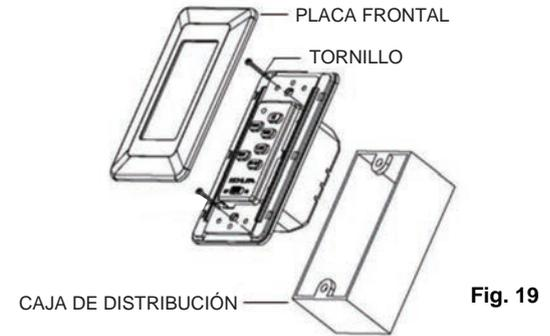

Fig. 19
Paso 1. Retire la placa de pared y el interruptor existentes de la caja de distribución eléctrica. (Fig. 19)